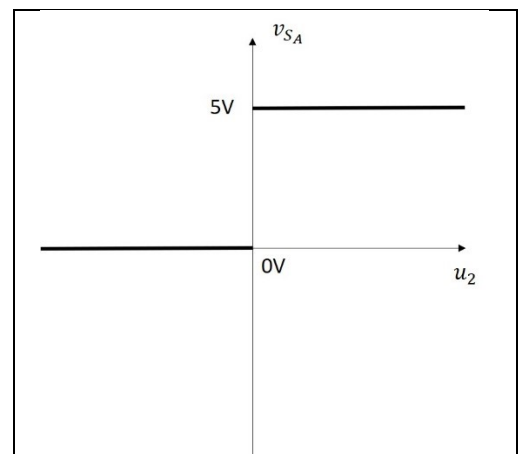

Figure 10. Caractéristique du module A
Le module A compare (Figure 10) les potentiels des nœuds (3) et (4). Lorsque $V_{(3)} > V_{(4)}$, son potentiel de sortie v_{SA} est au niveau haut, de sorte que $v_{SA} = V_{SA} - V_M = 5\text{V}$. Lorsque $V_{(3)} < V_{(4)}$, son potentiel de sortie est au niveau bas ($v_{SA} = 0\text{V}$). Il commande ainsi le bloc logique E.